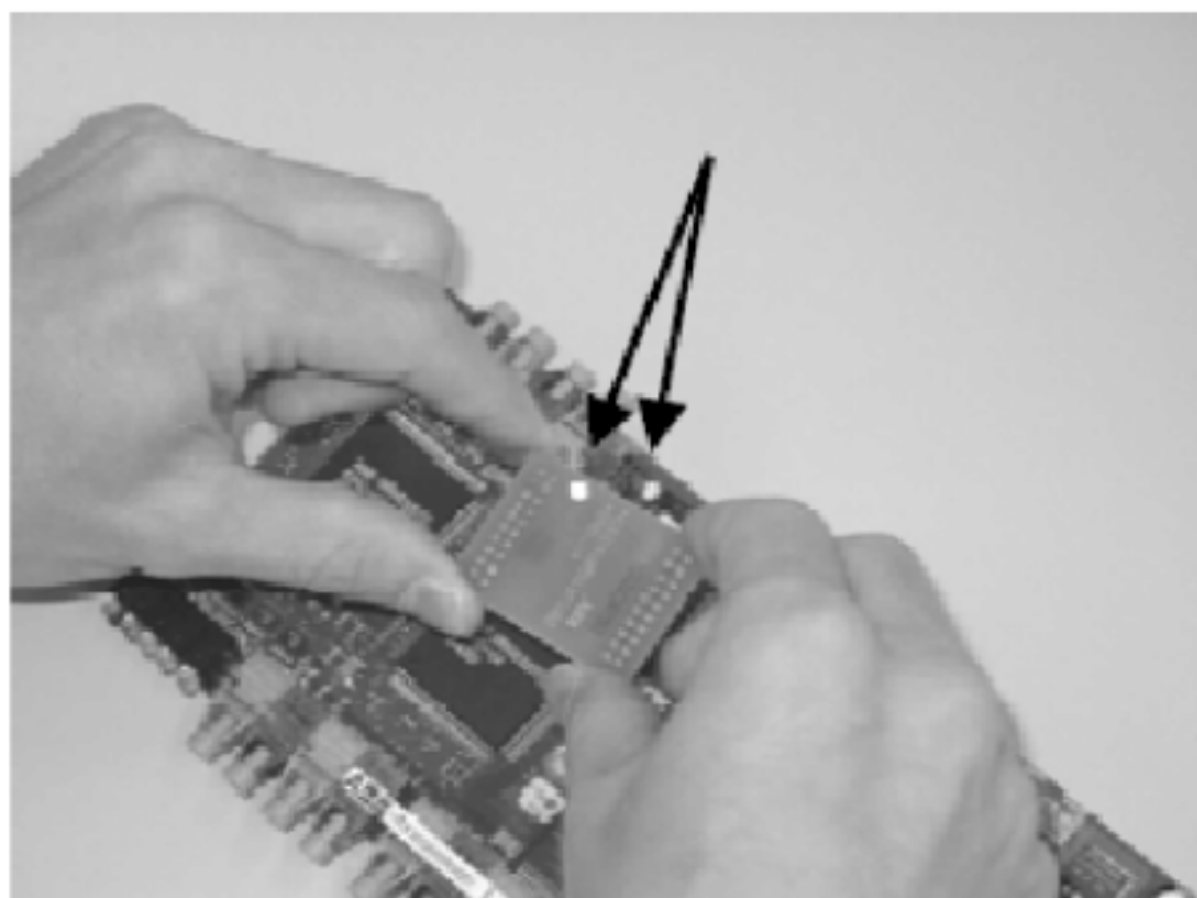

图6.5 检查方向
- 4 当插上一个新的闪存PCB板时注意闪存PCB板白色点和AMC板上的相对应。（如图6.5）